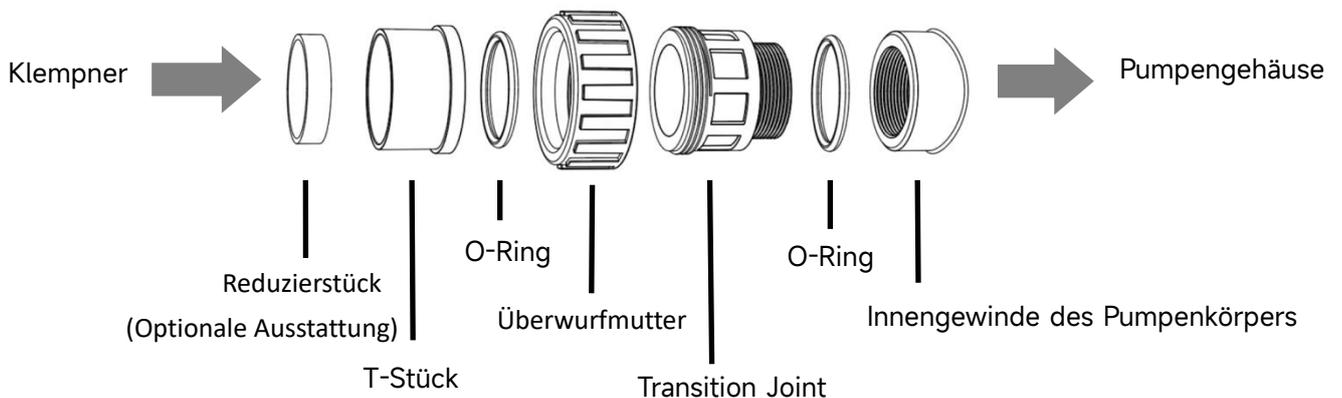

Abbildung 3 - Verschraubungssatz
- 3) Verwenden Sie das vom Pumpenhersteller mitgelieferte UNION KIT (siehe Abbildung 3). Verwenden Sie keine anderen Anschlüsse zum Anschluss des Pumpeneinlasses/-auslasses, da diese sonst den Pumpenkörper beschädigen können.